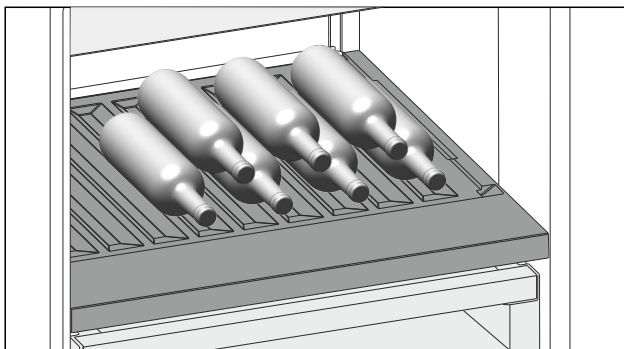

Fig. 125
- Flaschen mit dem Boden nach hinten zur Rückwand einlegen. (siehe Fig. 125)